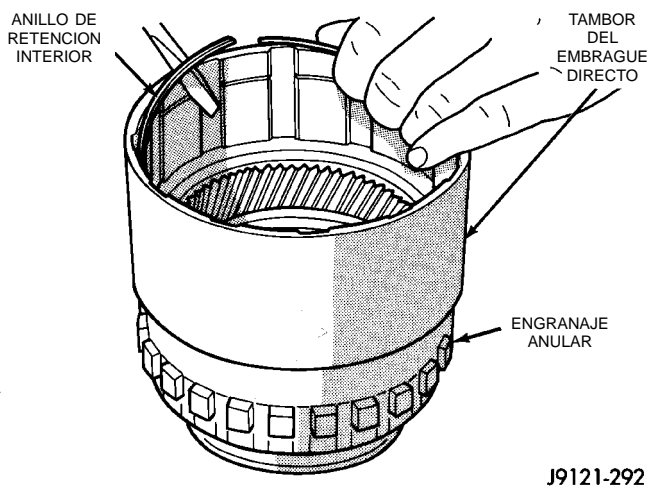

Fig. 220 Desmontaje del anillo de retención interior del tambor de embrague
(7) Retire el anillo de retención trasero del tambor del embrague directo (Fig. 220).